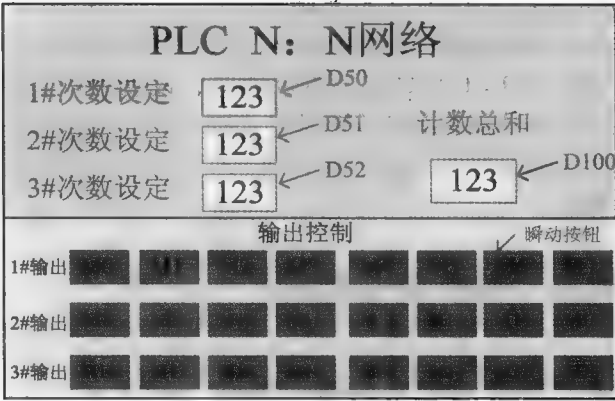

图 8-44 PLC RS485 通信接触摸屏画面
(7) 触摸屏画面 PLC RS485 通信接触摸屏画面如图 8-44 所示。